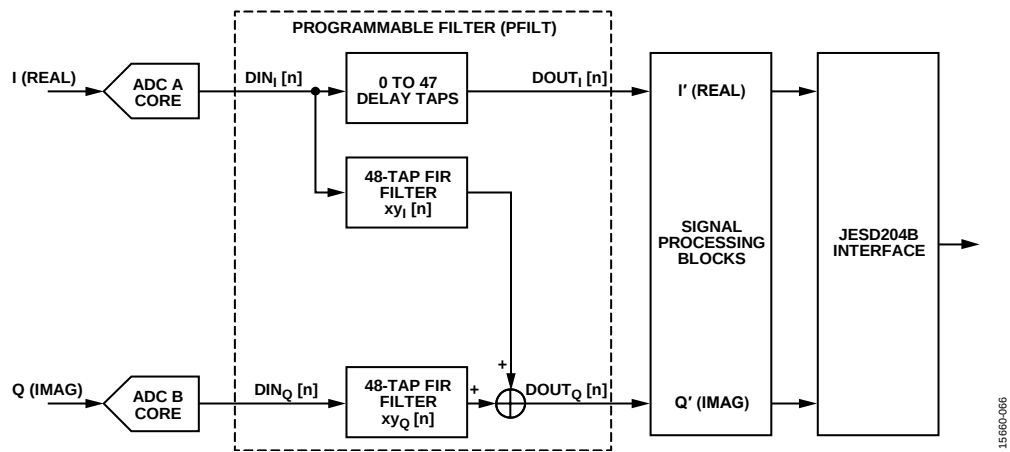

図 95. 48 タップ半複素フィルタ構成
- I/Q チャンネル用の 48 タップ実数フィルタ 2 個を使用した半複素フィルタ（図 95 参照）